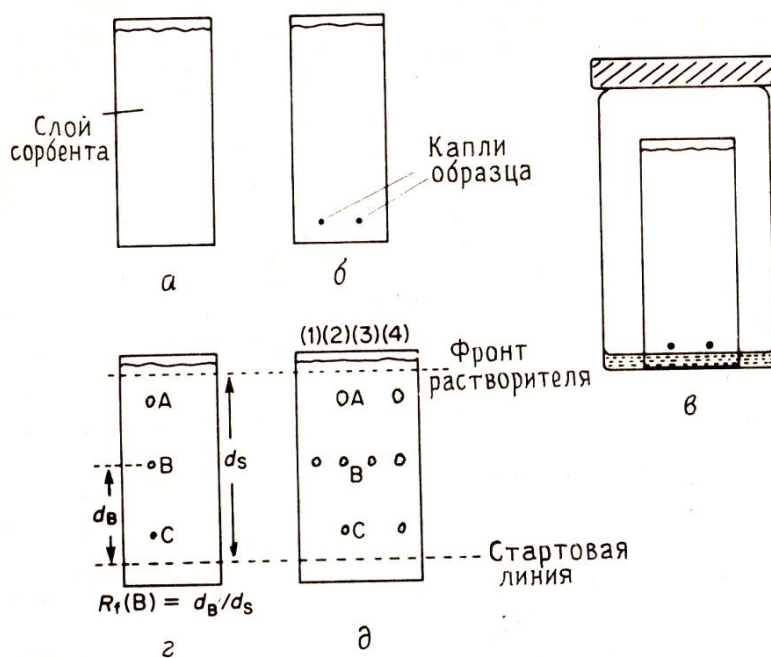

Рис.8. Тонкослойная хроматография.
Разделение проводят на плоской пластинке, покрытой тонким слоем сорбента - силикагелем или оксидом алюминия (Рис.8,а) Разделяемую смесь, растворенную в
соответствующем растворителе, наносят в виде капель на пластинку (Рис.8,б) и после испарения растворителя помещают пластинку в проявительную камеру (Рис.8,в), в которую налито немного растворителя. Растворитель поднимается по слою сорбента под действием капиллярных сил. При этом различные соединения, находящиеся в смеси, поднимаются с разными скоростями в зависимости от их сродства к сорбенту. По достижении растворителем верхнего слоя сорбента соединения в идеальном случае должны полностью разделиться (Рис.8,г). Процесс разделения - это одна из форм жидкостно-адсорбционной хроматографии.
Пластинки для ТСХ состоят из подложки обычно стекла, а иногда пластмассы или толстой алюминиевой фольги, на которую нанесен тонкий слой сорбента толщиной примерно 0,25 мм (Рис.8,а). Сорбентом обычно служит либо силикагель, либо оксид алюминия с размером частиц до 30 мкм, к которым добавлено связующее (до 10% гипса или крахмала), обеспечивающее прочность слоя. Пластинки бывают двух основных типов: многоразового использования и одноразовые.
Место нанесения капель в зависимости от растяжения размера пластинки должно быть на расстоянии 1 см от нижнего края на больших (5 x 20 см) пластинках и около 5 мм на маленьких одноразовых пластинках. Важно также наносить капли достаточно далеко от нижнего края (Рис.8,б и в), чтобы они не погружались в проявляющий растворитель. Перед нанесением образца заполните капилляр, погрузив его конец в раствор (капилляр заполняется раствором под действием капиллярных сил), затем слегка прикоснитесь заполненным кончиком к сорбенту, стараясь при этом не повредить его поверхности, чтобы не вызвать некоторого искажения капли при проявлении хроматограммы. Важно наносить как можно более маленькую каплю, а это требует тонкого капилляра. Перед проявлением хроматограммы дайте капле полностью высохнуть.
Меры безопасности. В этой операции обычно используются летучие легковоспламеняющиеся растворители, поэтому ее нужно проводить вдали от источников возгорания предпочтительно в вытяжном шкафу. Хроматограмму проявляют погружением нижнего края пластинки в проявляющий растворитель в сосуде соответствующего размера (Рис.8,в). Большие пластинки проявляют в специальных камерах (20 x 5 см), а маленькие - в широкогорлых бутылках с завинчивающимися крышками. Камеру изнутри следует частично выложить фильтровальной бумагой, которая погружалась бы в растворитель, чтобы создать атмосферу, насыщенную парами растворителя, и свести к минимуму испарение с пластинки. При проявлении хроматограммы сначала залейте в банку столько растворителя, чтобы пятно образца оказалось над его поверхностью, а затем опустите в банку пластинку, стараясь расположить ее вертикально.
Какой бы метод ни использовался для визуализации, положение пятен для проведения дальнейших измерений необходимо пометить карандашом или шпателем (Рис.8,г).
При конкретном наборе условий (сорбент и растворитель) характеристикой соединения является значение R_f (Рис.8,г). Таким образом, идентичность значения R_f соединения, находящегося в смеси, со значением R_f "подлинного" образца (вещества сравнения) дает полное основание считать, что они одинаковы (см. предостережение ниже). Поскольку сорбенты различны, а состав смеси растворителей трудно воспроизвести точно, необходимо доказать, что значения R_f одинаковы. Для этого хроматографируют смесь и вещество сравнения рядом друг с другом на одной и той же пластинке или добавляют небольшое количество вещества сравнения к отдельной пробе смеси, чтобы удостовериться в точном совпадении пятен. На Рис.8,д (1) и (3) - вещество сравнения В, (2) - смесь, а (4) - смесь плюс вещество сравнения.